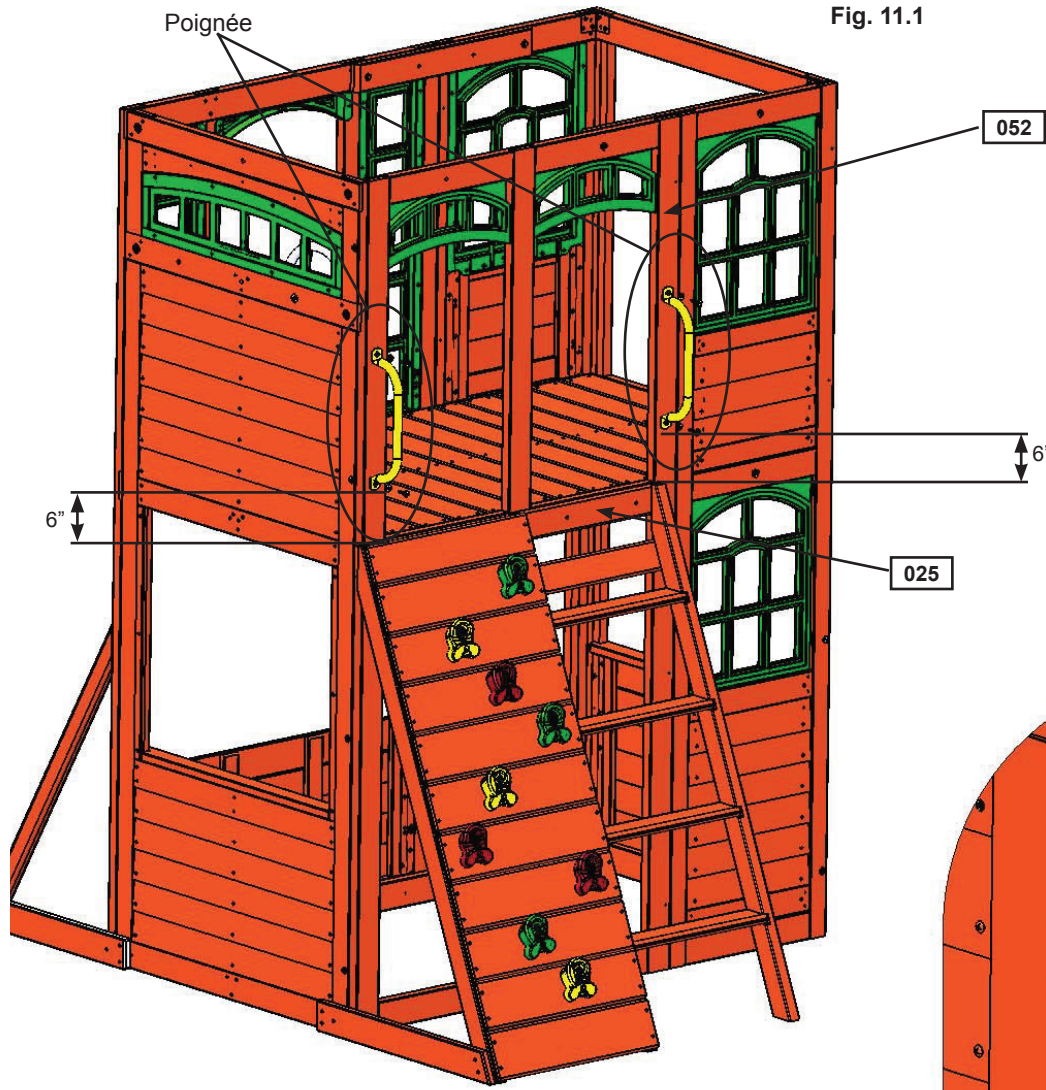

Fig. 11.1
A : Sur le (052) panneau de mur arrière, à 6 po du haut du (025) support d'escalade, aux 2 emplacements montrés ci-dessous, prépercez avec une mèche d'1/8 po, puis fixez les 2 poignées avec 2 (WL3) tirefonds à tête mince 1/4 x 1 3/8 po (avec rondelle plate) par poignée. (fig. 11.1 et 11.2)